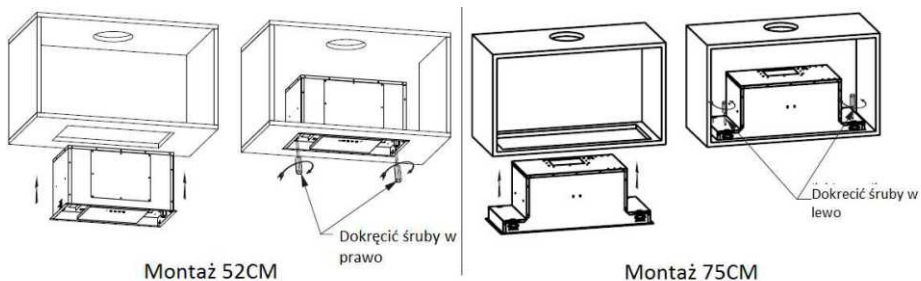

rysunek 1
2. W celu zagwarantowania najlepszej efektywności okap kuchenny musi być umieszczony w odległości 65-75 cm od powierzchni gotowania (patrz rysunek 1).
3. W szafce wywiercić otwór o wymiarze 730 x 275 mm lub 500 x 275 mm w zależności od wielkości okapu (patrz rysunek 1). Krawędź otworu powinna być w odległości przynajmniej 35 mm od krawędzi szafki.